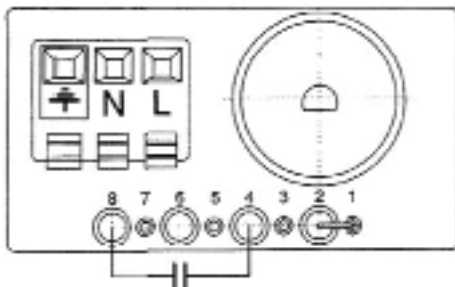

Рис. 2
- Схема электрического подключения приведена на (рис. 2).